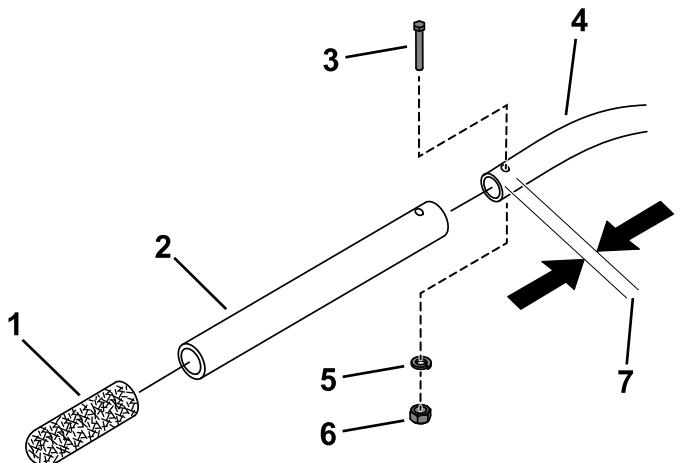

Рисунок 9
- Снимите и отложите в сторону ручку для захвата с рукоятки сборщика кернов (Рисунок 9).
- Просверлите отверстие $9/16$ дюйма на расстоянии 2,5 см от отверстия в торце рукоятки сборщика кернов (Рисунок 9).
- Прикрепите удлинитель к рукоятке сборщика кернов с помощью болта ($\frac{1}{4}$ x $1\frac{1}{2}$ дюйма), стопорной шайбы и гайки (Рисунок 9).
- Вставьте ручку для захвата в удлинитель рукоятки (Рисунок 9).